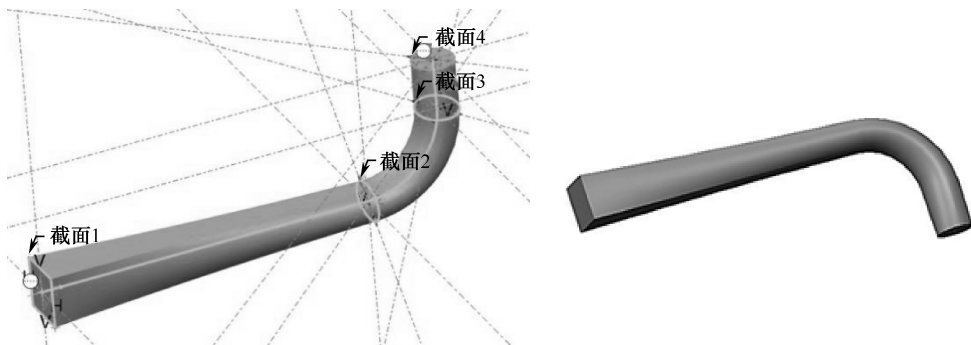

图 4-156 预览效果及最后成型效果
(6) 完成所有截面绘制后, 单击操控面板上的  预览效果, 如图 4-156 所示。单击操控面板上的  完成特征绘制。